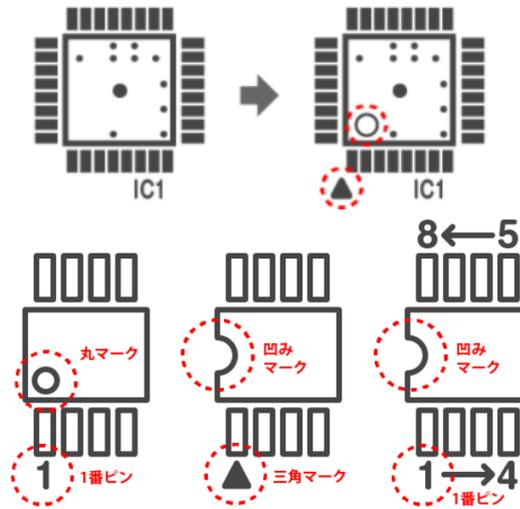
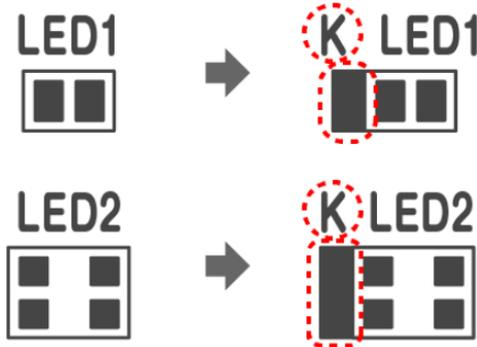

図 3-2-1 複数マーク表示例
図 3-2-2 カソード 表記追加例 (※カソード記号は、「K」が「C」)
1.シルク図とは異なりますので、実装の指示は、シルクデータでなく実装図として作成する。 2.極性部品は、わかりやすく1ピンマーク位置の表記をお願いします。 3.実装図には、部品の配置番号、極性、部品の方向、個別の実装方法の説明の情報を記入してください。 4.「配置番号」は、部品の近く、または部品内部に表示されていること。 みやすく、重なりがない表示としてください。 4.個別の実装方法を指示する場合は、実装図に説明書きを入れるか実装指示書(フォーマットは任意)を添付してください。 5.極性がある部品の場合は、一つだけでなく複数の記号で「部品の向き」がわかると尚良い。(図 3-2-1、図 3-2-2、図 3-3-3 参照)